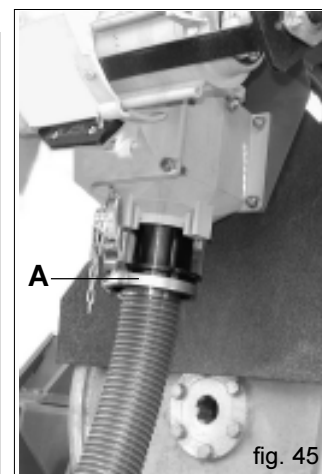

fig. 45
- b) Quite la curva situada debajo del canal del inyector, conecte en la misma posición el tubo de recogida entregado con la máquina (A Fig. 45) y en el extremo opuesto del tubo coloque un recipiente de recogida, gire la rueda de transmisión en la dirección de marcha sirviéndose de la manivela.